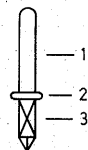

Bild 1.17 Lötnagel mit vierkantigem Querschnitt des Nagelteils (3); der Kragen (2) muß vor dem Anlöten fest auf der Leiterplatte aufsitzen
Lötnägel (Bild 1.17) bestehen aus drei Teilen, dem Steckerstift (1), auf den